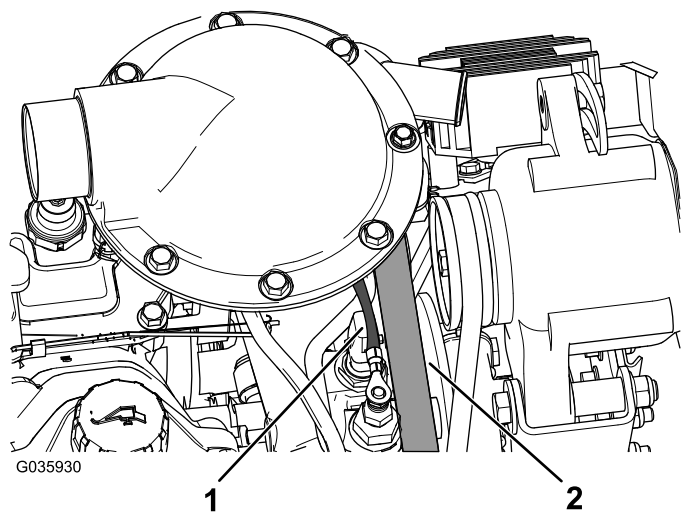

Figura 12
4. Utilizando braçadeiras de cabos, prenda o tubo transversal do motor e cablagem do motor afastados da correia do alternador (Figura 12).